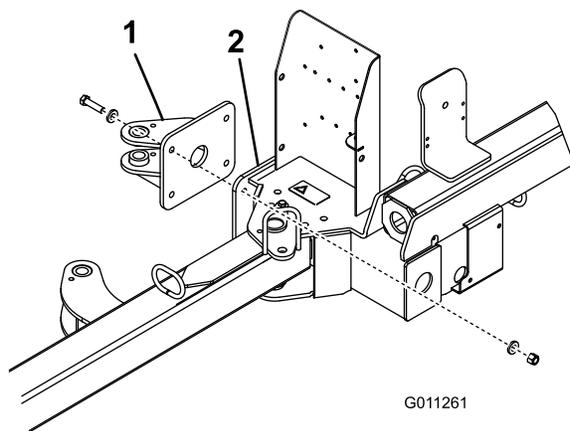

图5
1. 用 4 个螺栓 $\frac{1}{2} \times 2$ 英寸、8 个扁平垫圈 0.531 x 0.063 和 4 个锁紧螺母 $\frac{1}{2}$ 英寸 将后提升器凸耳固定到清扫车机架上。如 图5 所示固定各组件的位置。